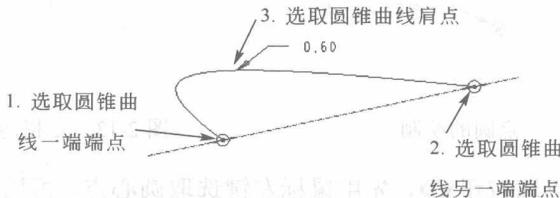

图 2-19 圆锥曲线的绘制
(5) **圆锥曲线的绘制** 点选按钮 ，鼠标左键选取圆锥曲线两 endpoint，再左键选取圆锥曲线肩点。当曲率 $\rho = 0.5$ 时为抛物线，当 $0.05 < \rho < 0.5$ 时为椭圆曲线；当 $0.5 < \rho < 0.95$ 时为双曲线。如图 2-19 所示。